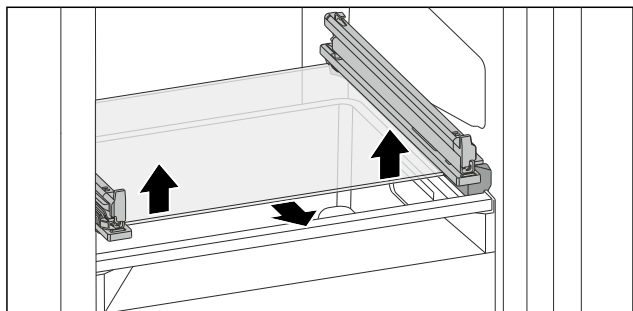

Fig. 133 Staklena ploča nagibne ladice
- Pritisnite staklenu ploču odozd s obje strane prema gore. (pogledajte Fig. 133)